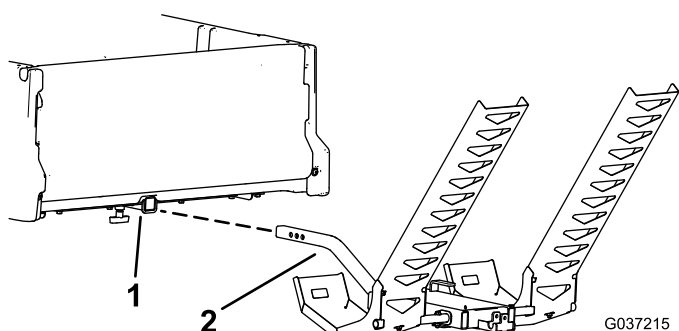

Figura 7
6. Insira a montagem do pulverizador montada no tubo recetor da máquina (Figura 7).